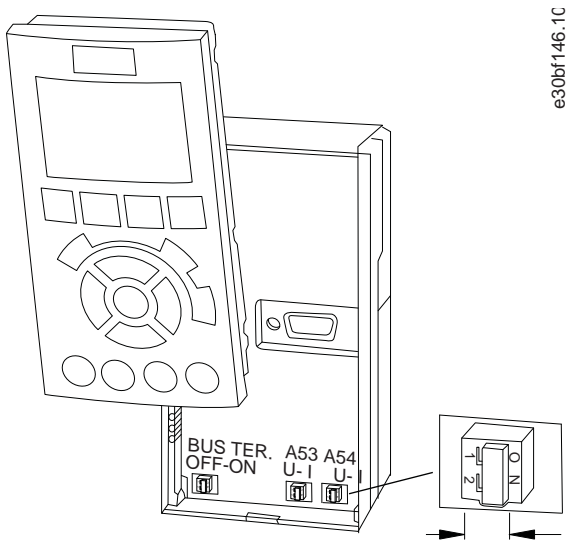

Abbildung 39: Lage der Schalter A53 und A54
4. Stellen Sie Schalter A53 and A54 ein, um den Signaltyp auszuwählen (U = Spannung, I = Strom). Siehe Abbildung 39.